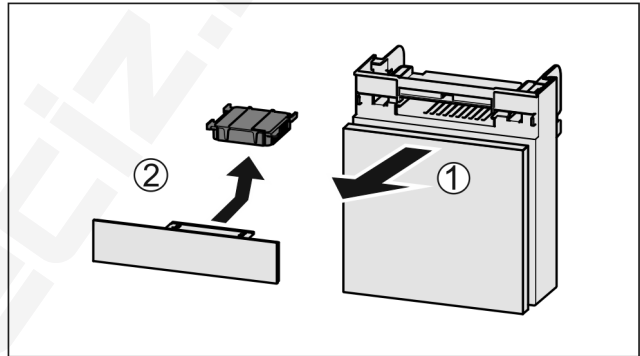

Fig. 128
- ▶ Húzza ki Fig. 128 (1) előrefelé a rekeszt.
- ▶ Vegye ki az aktív szén-szűrőt Fig. 128 (2).